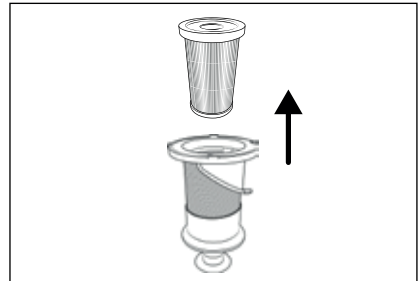

Fig. 24
- 4) Retirez le filtre EPA **5** du filtre en acier inoxydable **6**, en saisissant l'ouverture du filtre EPA **5** et en le sortant du filtre en acier inoxydable **6** (voir figure 24).